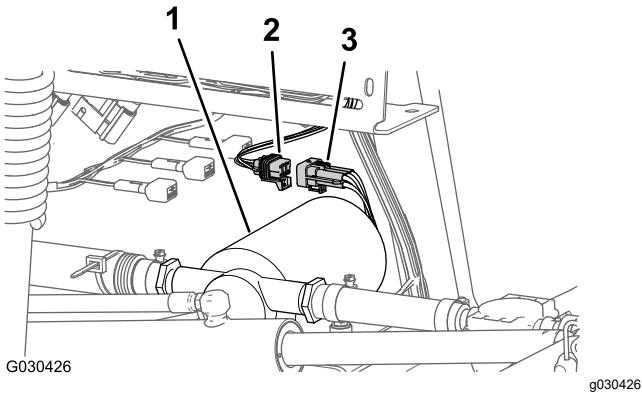

Рисунок 6
2. Отсоедините 6-штыревой разъем жгута проводов промывочного насоса от 6-гнездового разъема главного заднего жгута проводов (Рисунок 6).